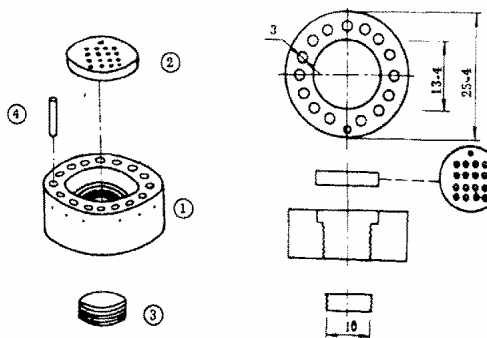

图 14 15 孔样品台与组合标样和单个标样的装配图
1、**12 孔标样台** 标样台的直径为 25.4mm，高 10mm 带有 12 个  $\phi 3 \text{mm}$  孔，可装入 12 个  $\phi 3 \text{mm}$  单个标样，标样台中心有一个 10mm 或 13.5mm 直径的孔，可装入组合标样或试样。12 个  $\phi 3 \text{mm}$  孔有二种排列方式，一种为圆形，一种为方形。类似图 14 所示。
2、**15 孔标样台** 标样台的直径为 25.4mm，高 10mm，带有 15 个  $\phi 3$  孔，和一个法拉第筒孔，或电子荧光样品。标样台中有一个 13.5mm 直径的孔，可以装入  $\phi 10$  或  $\phi 13.5 \text{mm}$  的组合标样块，或装入试样（见图 14）。